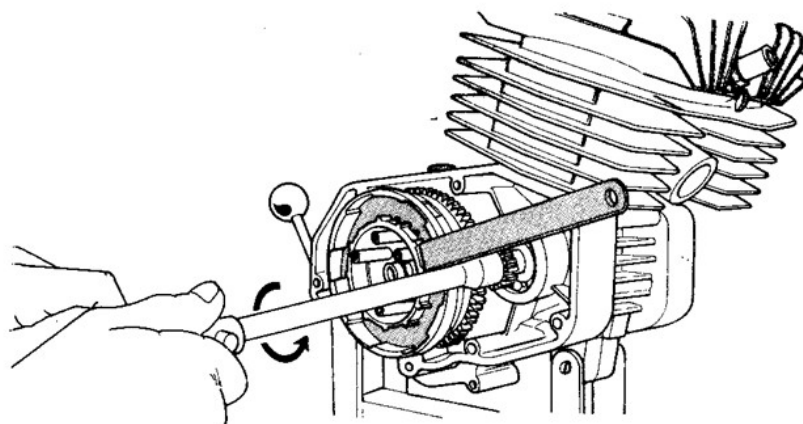

FIG. 16 Rimozione dado pignone motore
- 13) **USANDO** l'apposita chiave di fermo (cod. 05.0306.0 per frizione senza tamburino) (cod. 05.0326.0 per frizione con tamburino) e una chiave a «T» da 17 mm rimuovere il dado fissaggio pignone motore (fig. 16).